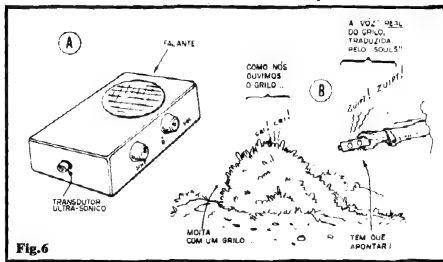
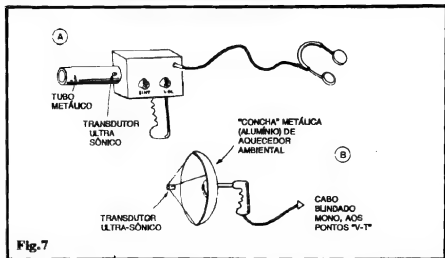

Fig.6
Fig.7
- - Tubos "concentradores", parábolas, cornetas exponenciais, manoplas, etc., destinados a dar mais direcionalidade e sensibilidade (além de facilidades no manuseio) ao SOULS, em aplicações mais avançadas (ver fig. 7 e TEXTO respectivo...)
- FIG. 6-A - A CAIXA... - A idéia geral de "encaixamento" e acabamento para o SOULS é dada na figura... Num container retangular e não muito "alto", uma das faces principais pode ser ocupada unicamente pelo alto-falante (este deve ser pequeno, porém, de preferência não do tipo "micro", já que o rendimento sonoro é também dependente de um certo diâmetro mínimo...). O transdutor ultra-sônico deve projetar-se do centro de uma das faces menores da caixa, de modo que seja fácil ao operador "apontar" o dito sensor na direção que pretende "escutar" (detalhes mais adiante). Finalmente, numa das laterais maiores, podem ficar os dois potenciômetros (VOLUME e SINTONIA), lembrando que o "liga-desliga" da alimentação está incorporado ao controle de VOLUME... Quem quiser incorporar um jaque para fone de ouvido, poderá instalá-lo na face menor oposta à ocupada pela cápsula ultra-sônica...
- FIG. 6-B - ESCUTANDO O... "INESCUTÁVEL"... - São muitas (surpreendentemente muitas...) as manifestações sonoras em ultra-sons, presentes - por exemplo
**- FIG. 7 - APERFEIÇOANDO A CAPTAÇÃO DO SOULS -** Ultra-sons, diferentemente dos sons em Frequência mais baixas (audíveis...) são nitidamente **direcionais**, ou seja: sua energia é mais ou menos concentrada, num feixe cônico a partir da fonte... É por isso que torna-se necessário **apontar** o transdutor (mesmo porque **este também** tem seu espectro de sensibilidade num diagrama bastante direcional...). Podemos nos aproveitar dessa característica dos ultra-sons (e do transdutor...) para otimizar o funcionamento do SOULS, dotando-o de tubos, campânulas, parábolas, cornetas, etc., sempre dispostos no sentido de concentrar a captação sobre a cápsula piezo... Algumas das idéias básicas, que podem ser desenvolvidas e pesquisadas pelos Leitores/Hobbyistas, estão nos itens A e B da figura... No primeiro exemplo, um tubo metálico, de diâmetro não muito pequeno, acomoda o transdutor no seu fundo (ao centro do dito fundo...), de modo que, apontando-se a "boca" do tubo para a área a ser "escutada", os eventuais ultra-sons encontrem um natural caminho de concentração... O tubo pode ser fixado à própria caixa do circuito (conforme fig. 6-A) e, se esta for dotada de uma manopla na sua face inferior, o manuseio ficará bastante confortável... Na segunda possibilidade, uma "concha" metálica, do tipo normalmente utilizada nos aquecedores ambientais baratos, é usada como "lente acústica", refletindo e concentrando os ultra-sons provenientes de uma grande área frontal, sobre o transdutor fixado no seu "ponto focal"... Notar que a face sensível da cápsula piezo deve, nesse caso, ficar voltada "para dentro", apontada para o "fundo da concha"... Tal conjunto poderá ser dotado de uma manopla (na "tra-